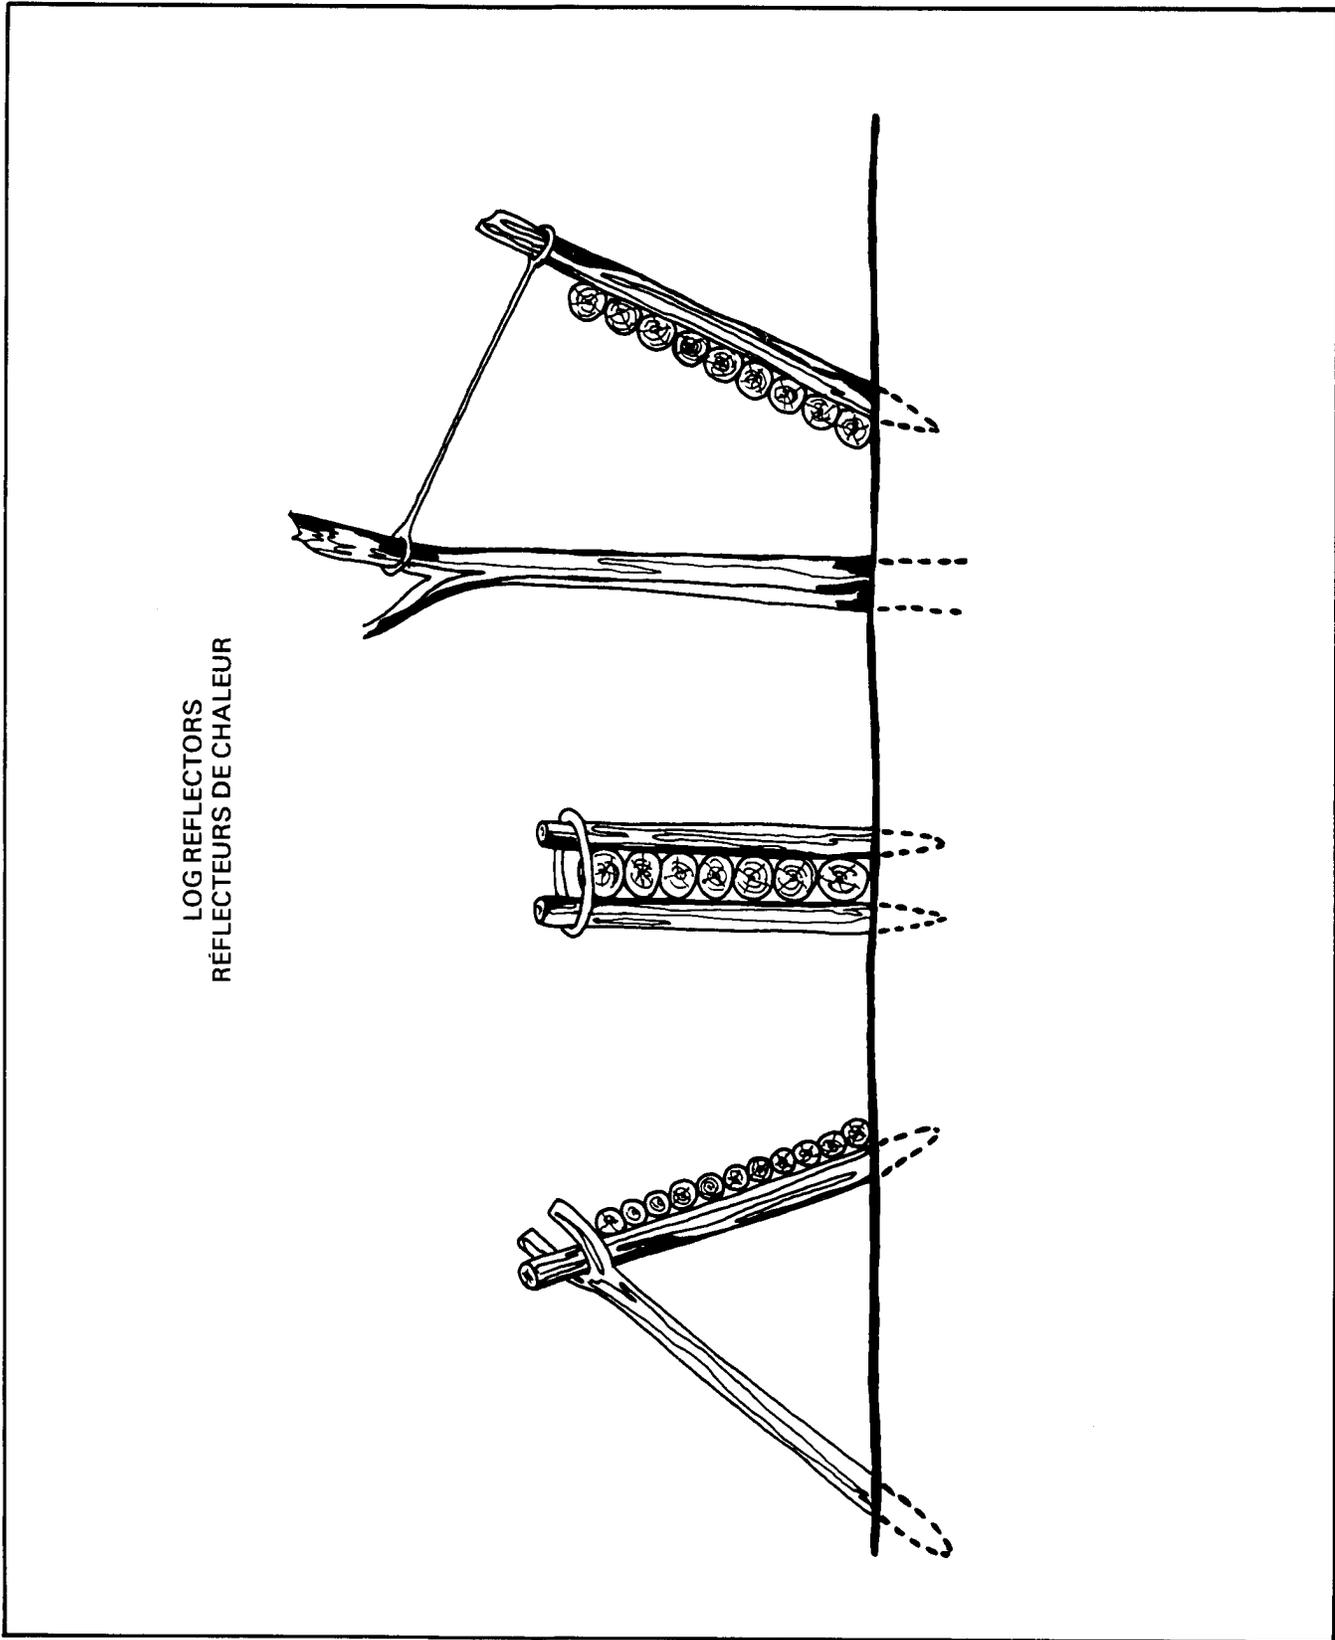

Figure 3-11 Log Reflectors
- (1) Place short green logs on the ground to hold your fire up for better draft.
- (2) Take 2 dry logs at least the length of the lean-to and 8 to 15 inches thick and place these over the top of the smaller green logs.
- (3) Place a green log the same size on top of and in the centre of the 2 dry logs.
- (4) Fire is started in several places to help it spread the entire length of the logs. For better burning the log surfaces facing each other should be chipped. (See Figure 3-11.)
- (5) If the fire is built on top of deep snow, it will only sink down and go out. To prevent this, build the fire on a fire base. The fire base must be as long as the fire. (See Figure 3-11.)
- (6) If using smaller dry logs, the tendency for troops who first start living in a lean-to is to underestimate the amount of firewood that will be required to keep a fire burning all night. As a rule of thumb, gather the amount of firewood that you estimate you will require and then triple this amount.
- (1) placer au sol de petites bûches de bois vert pour soulever le feu et activer la combustion.
- (2) Prendre 2 bûches sèches de 8 à 15 pouces de diamètre et au moins aussi longues que l'abri, et les placer côte à côte sur les petites bûches de bois vert.
- (3) Placer une bûche de bois vert par-dessus les deux bûches sèches.
- (4) Allumer à plusieurs endroits à la fois pour que le feu se propage sur toute la longueur des bûches. Pour activer le feu, on obtiendra de meilleurs résultats en entaillant les surfaces des deux branches qui se font face (voir figure 3-11).
- (5) Un feu construit au-dessus d'une épaisse couche de neige, ne tardera pas à s'enfoncer et à s'éteindre. Pour empêcher que cela ne se produise, il faudra construire le feu sur une fondation spéciale formée d'assises superposées qui devront être de la même longueur que le feu projeté (voir figure 3-11).
- (6) Si l'on emploie de petites branches sèches, on aura tendance, au début, à sous-évaluer la quantité de bois requise pour entretenir un feu toute la nuit. Après avoir amassé la quantité jugée nécessaire, il sera plus prudent d'en amasser encore deux fois plus.
- n. **Reflector Wall** — To reflect the heat of the fire into a lean-to and also to act as a small windbreak, a reflector wall should be constructed. It is made of green logs the length of the lean-to and built up like a wall approximately 3 feet from the outside edge of the fire. For an example of walls see Figure 3-11.
- n. **Réfecteur de chaleur** — Pour réfléchir la chaleur du feu dans l'appentis et aussi pour servir de paravent, on érigera à 3' environ de l'autre côté du feu, de petites palissades de branches vertes de la longueur de l'appentis. On en trouvera des modèles à la figure 3-11.